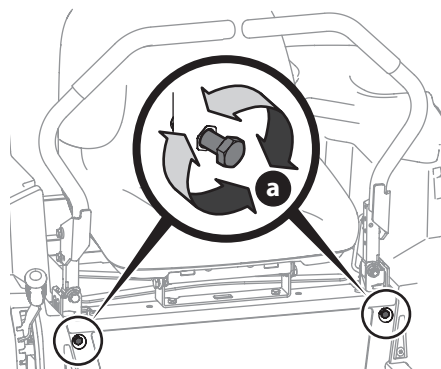

Figure 40
2. Localisez les boulons de réglage de la butée du levier de commande de transmission des barres de conduite (a) situés à l'avant du châssis du siège (Figure 40).
3. Pour diminuer la vitesse en marche avant, tournez les boulons de réglage de la butée du levier de commande de transmission des barres de conduite (a) dans le sens des aiguilles d'une montre. Pour augmenter la vitesse en marche avant, tournez les boulons de réglage de la butée du levier de commande de transmission des barres de conduite (a) en sens inverse des aiguilles d'une montre. Tournez les boulons de réglage de la butée du levier de commande de transmission des barres de conduite (a) dans la direction requise de 1/4 tours à la fois. Après avoir tourné les boulons de réglage de la butée du levier de commande de transmission des barres de conduite (a), vérifiez le réglage en conduisant le tracteur (Figure 40).